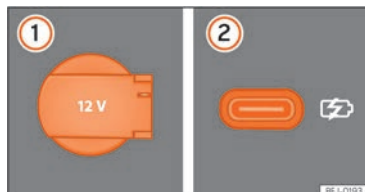

Fig. 141 ① Prise de courant de 12 volts. ② Prise de courant USB sur la partie arrière de la console centrale.
- Levez le cache de la prise de courant » fig. 141 ①.
Ces entrées USB se trouvent à l'arrière de la console centrale, entre les sièges avant » fig. 141 ②. Ces connecteurs peuvent fonctionner à une puissance maximale de 10,5 W par port.